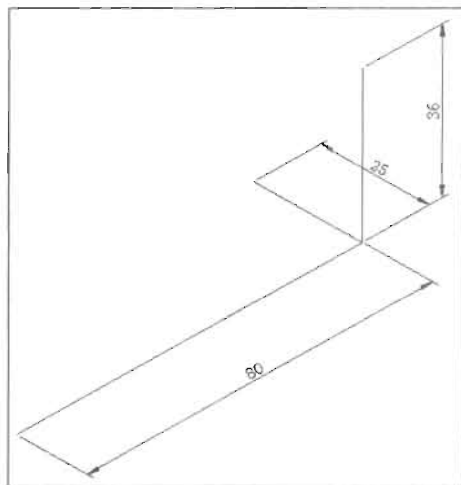

图 11-88
(1) 把“实线”图层设为当前工作图层, 打开正交功能, 绘制三条互相垂直直线, 如图 11-88 所示。